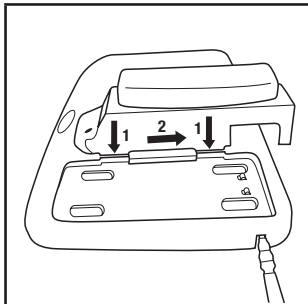

Fig. 2 – Configuração do Carregador de Estações Múltiplas (Kit de Carregador de Bateria de 4 unidades)
- Carregador de Bateria de 4 Estações da 3M™: Insira o TR-640 em uma das portas de carregamento e deslize para trás até travar no lugar apropriado (Fig. 2). (**NOTA:** A Fonte de Alimentação TR-941N de Estação Individual Versafo™ da 3M™ não é usada com a série TR-941N com a TR-640, quando o carregador de 4 estações estiver sendo usado.)